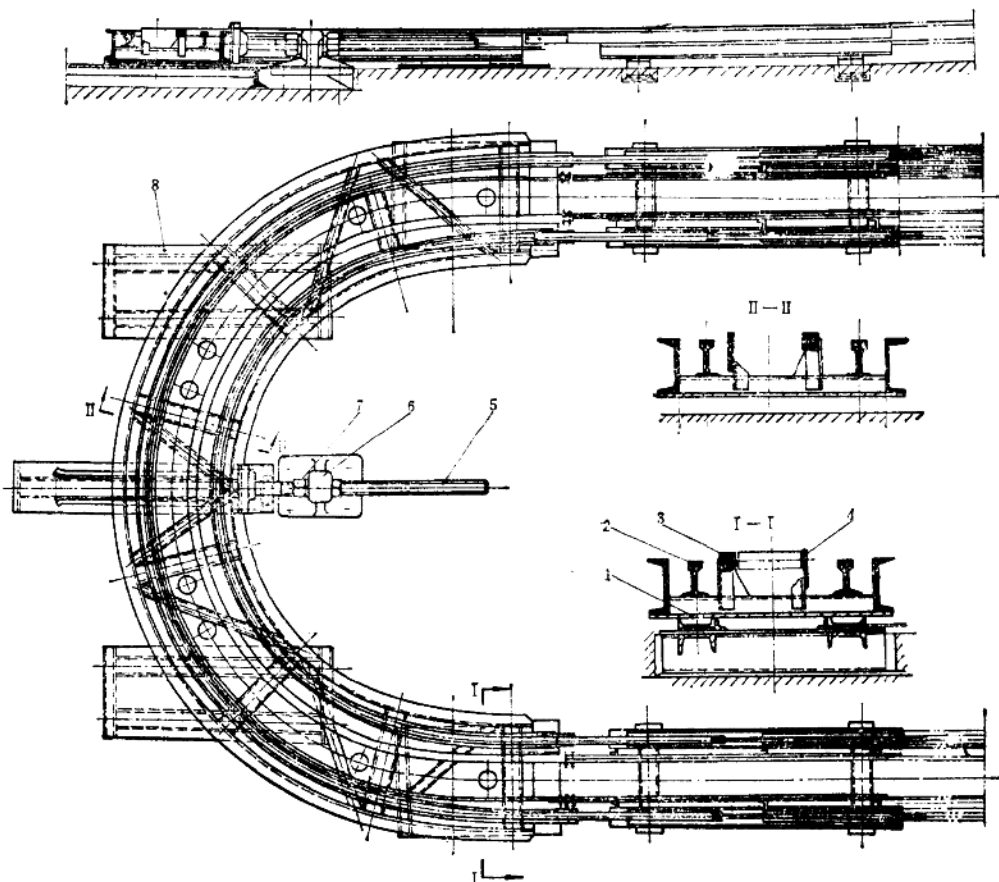
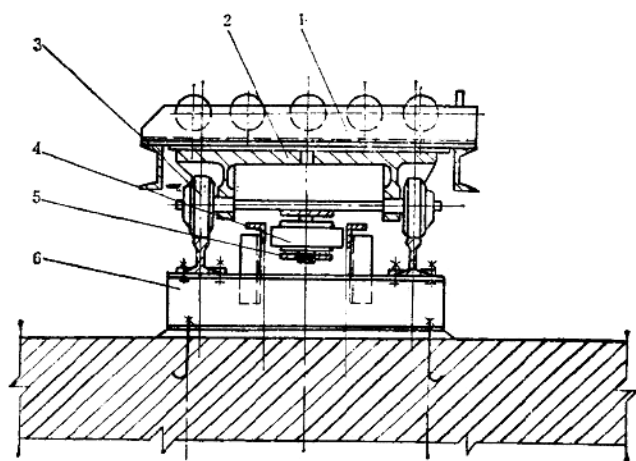

图8-1-6 牵引链条张紧装置
图8-1-7 小车
- ② 导向轮轴承有无研死,端盖有无松脱,导向轮因轴承损坏松动,轮缘有无严重磨损;
- ③ 导向轮轴端固定卡板螺栓有无松脱,卡板有无刮起或串出丢失,油嘴是否完好,油路是否畅通。
(5) 牵引链条张紧装置(图8-1-6)的检查
- ① 轨道活动滑板底座是否灵活,小车轨道、护轨及活动接头有无严重磨损;
- ② 张紧调节螺杆、螺母转动是否灵活,有无严重磨损,润滑及密封是否良好;
- ③ 轨道有无变形或开焊。
(6) 小车(图8-1-7)、小车轨道及导向轮轨道的检查